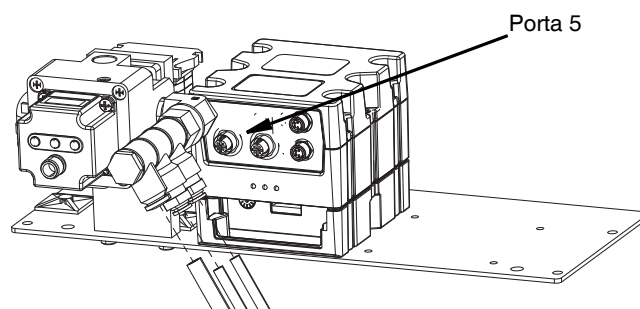

FIG. 9
4. Scollegare il connettore dalla porta 5 dell'FCM 1. Vedere FIG. 9.